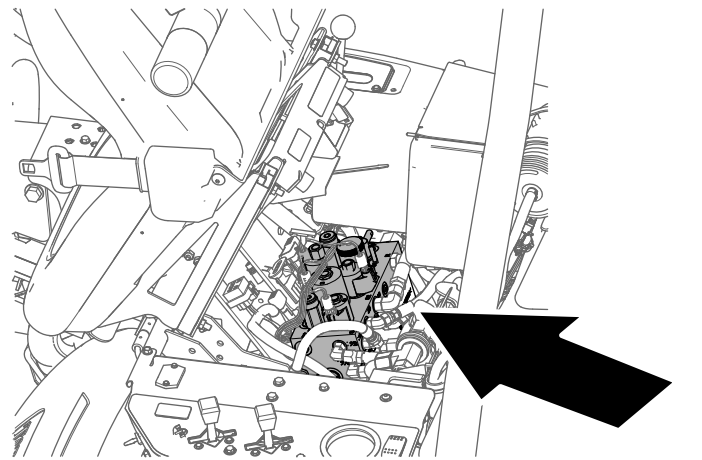

Bild 50
4. Klappen Sie den Bedienerstisch hoch und stützen Sie ihn mit der Stützstange ab (**Bild 50**).